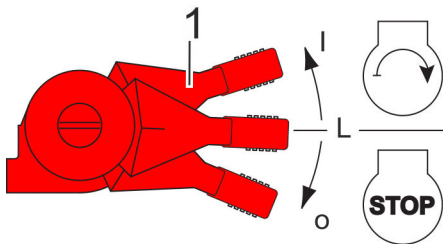

Abb. 49: Gashebel
1. ➤ Gashebel (Abb. 49/1) auf Position "L" stellen. Um die während des Betriebs entstandene Wärme abzuführen, Motor vor dem Ausschalten 1 – 2 Minuten laufen lassen.
2. ➤ Gashebel (Abb. 49/1) auf Position "0" stellen.